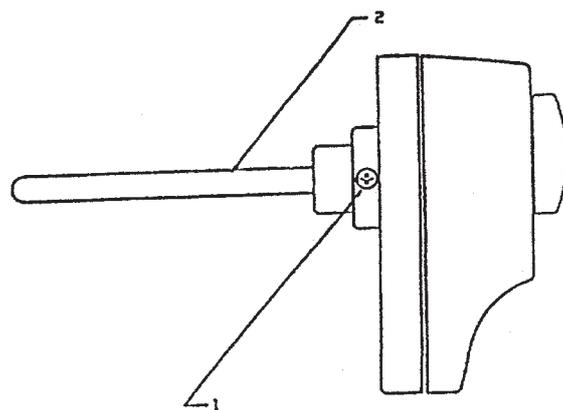

Fig. 4
2. Fühlerelement in Tauchhülse einführen, bis Gehäuse an Verschraubung anliegt, mit den beiden seitlichen Schrauben fixieren (Fig.4).